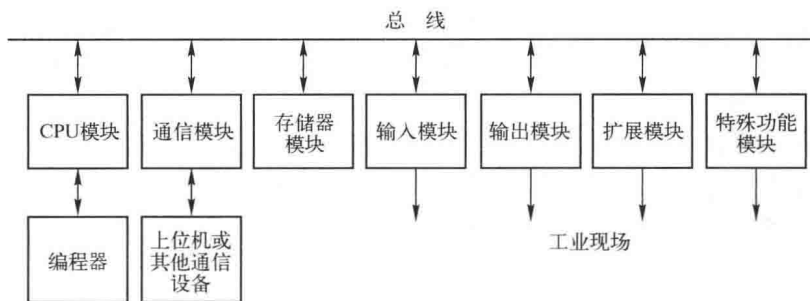

图 1-8 模块式结构
- ☉ 模块式结构：是把中央处理单元和存储器做成独立的组件模块，把 I/O 等单元做成各自相对独立的模块，然后组装在一个带有电源单元的机架或母板上，如图 1-8 所示。这种结构具有 I/O 点数可自由配置，模块组合灵活等特点，适用于复杂过程控